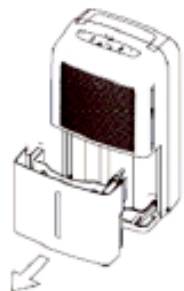

Fig 1
- Zbiornik należy wysunąć tak jak pokazano na rysunku (fig1). Po opróżnieniu należy umieścić go na swoim miejscu. Upewnij się że jest dokładnie umieszczony.